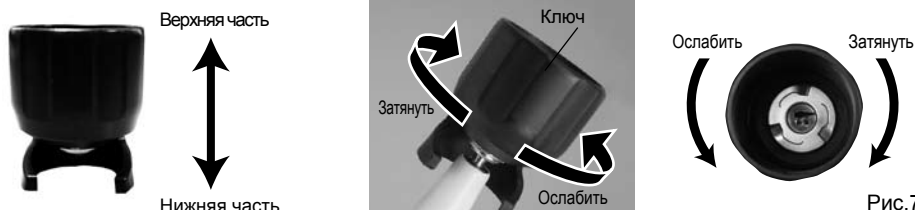

Рис.7
- 2) Установите ключ на насадку через отверстие в нижней части ключа. Совместите четырехгранное основание насадки с четырехгранным отверстием в ключе. Закрутите по часовой стрелке до щелчка. (Рис.7) Не вращайте шнур наконечника.